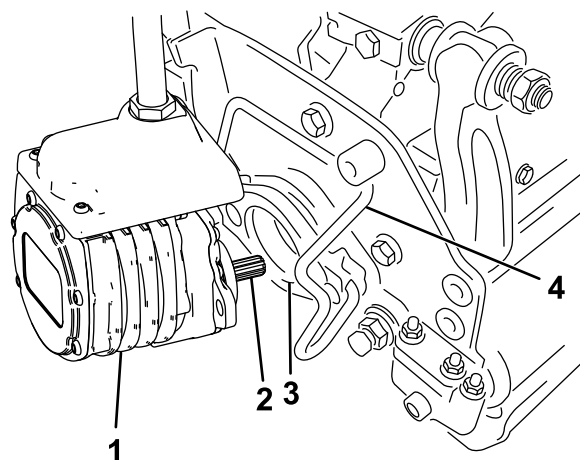

図 72
6. カッティングユニット用モータのスプラインシャフトにきれいなグリスを塗りつける 図 72。
うにセットし、モータの左右から「カチッ」というロック音が聞こえるまで押し下げる 図 72。